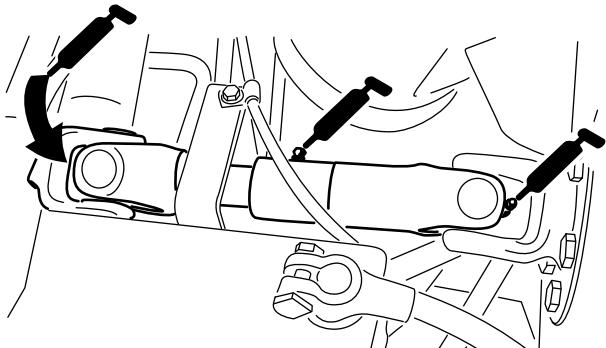

図 50
- ・ ポンプ駆動シャフトのUジョイント (3ヶ所) (図 50)